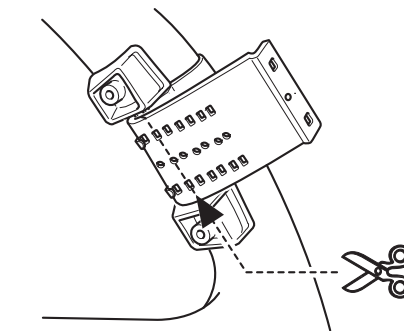

Fig. 17
2. Couper la partie de la courroie en excès au centre du support interne. (Fig. 17)